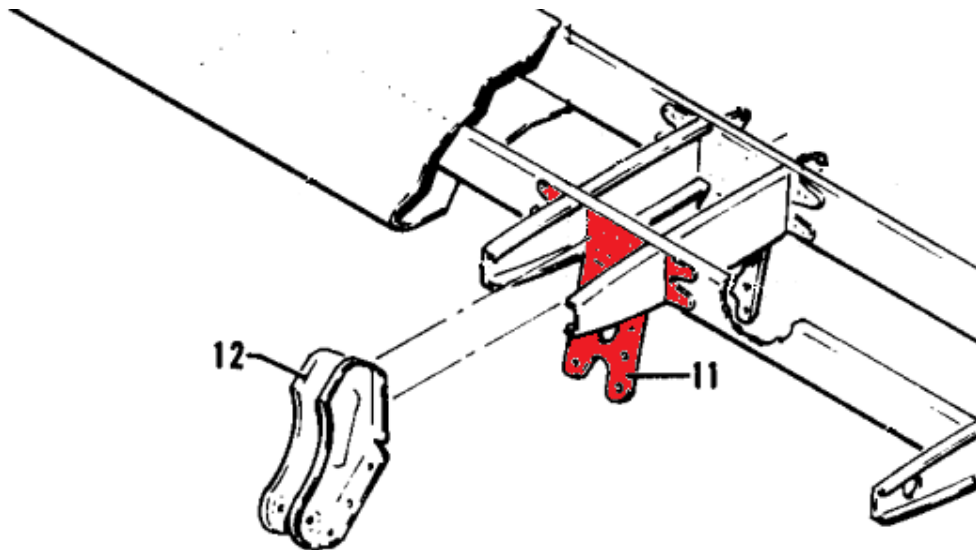

Figura 2 - Elevator and Stabilizer Assemblies (Stabilizer attachment Fitting P/N 77615-07)
- b. ***“Inspect the edges of the stabilizer pulley bracket mounting fitting P/N 77615-07 at the bend radius for cracks using a dye penetrant inspection method”***. Esta es la parte confusa. Requiere que utilizando Tintas Penetrantes, se inspeccionen los bordes izquierdo y derecho de la línea de plegado del herraje P/N 77615-07 (sobre el que están montados los BRACKET Elevator pulley, P/N 77843-02, -03 ítems 12 de la figura 14 del IPC). La parte afectada y los puntos de inspección se encuentran indicados en la Figura 2 y 3 respectivamente.